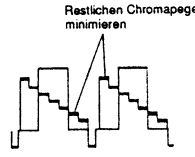

Abb. 4-105
## (3) Abgleich der Trapfrequenz (Abb. 4-105, 4-151)